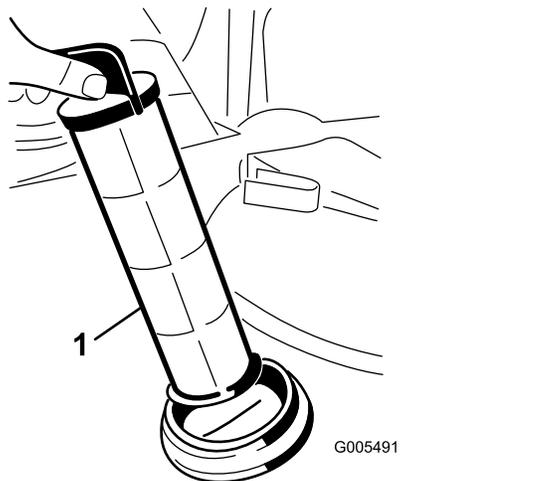

Figura 25
4. Retire el filtro de aspiración del alojamiento del filtro del depósito (Figura 25).